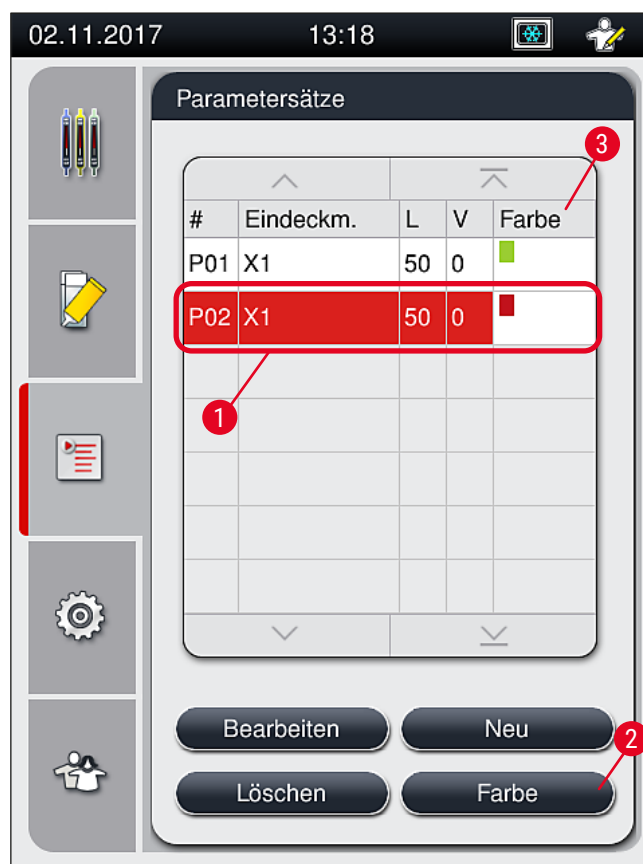

Abb. 44
1. Im Parametersatzmenü (→ Abb. 44) den Parametersatz, welchem eine Objektträgerhalter-Bügelfarbe zugeordnet werden soll, durch Antippen auswählen (→ Abb. 44-1).